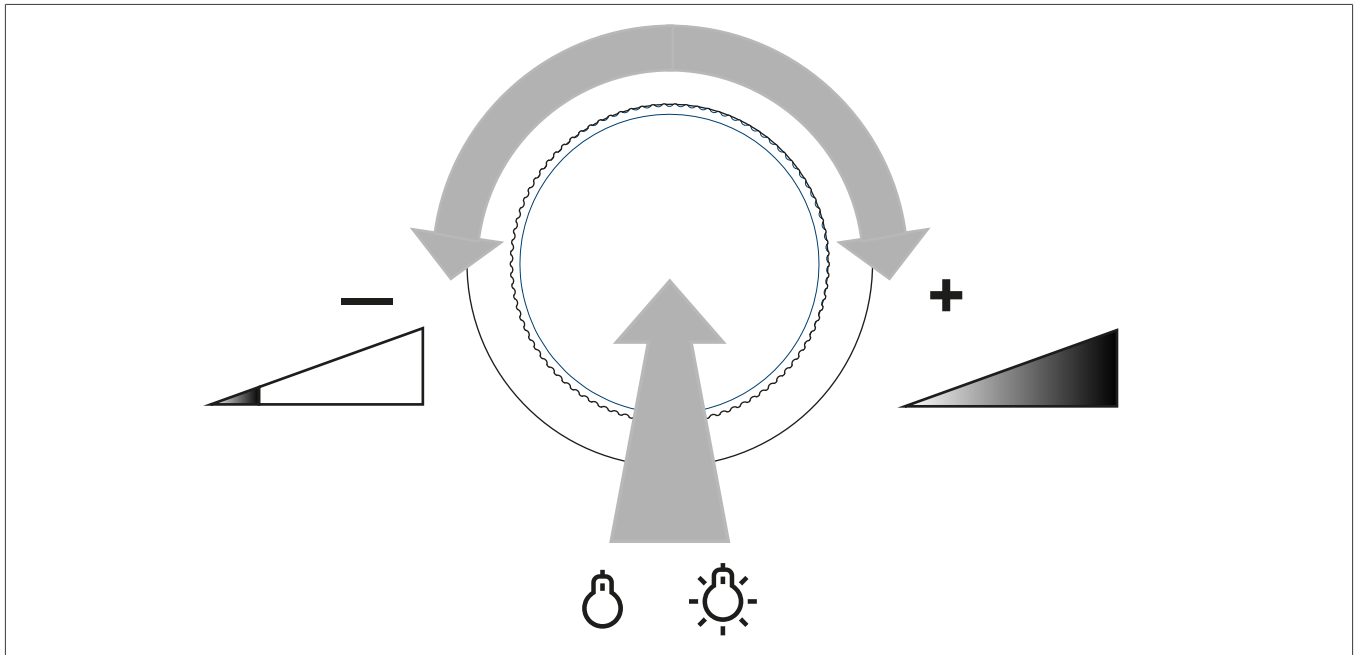

Fig. 1 : Allumez la lumière ou réglez la luminosité
- Appuyez brièvement sur le bouton de commande : La lumière s'allume ou s'éteint (figure 1).
- Tournez rapidement le bouton de commande : La luminosité change lentement (figure 1).
- Tournez lentement le bouton de commande : La luminosité change lentement (figure 1).